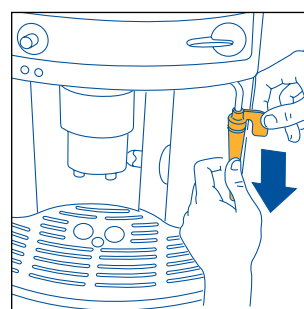

Fig.26
- Retire o bico de vapor do tubo ejector, puxando-o para baixo (fig. 26).